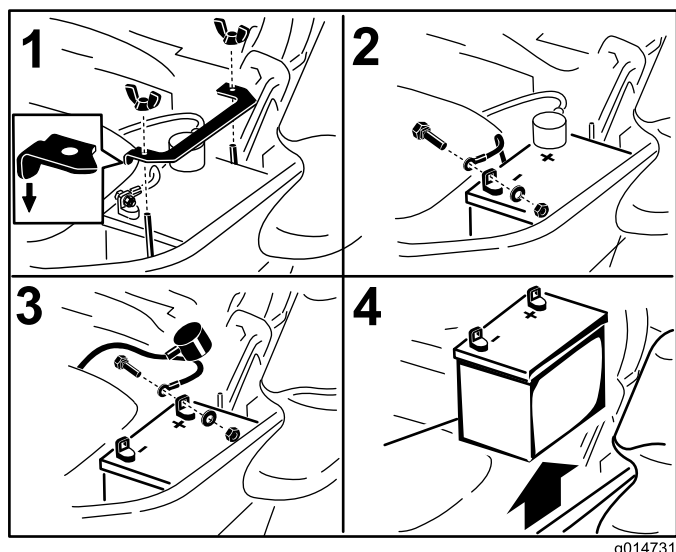

Figure 48
3. Commencez par débrancher le câble négatif (noir) de la borne négative (-) (noire) de la batterie (Figure 48).
4. Enlevez le capuchon rouge de la borne positive (rouge) de la batterie et débranchez le câble positif (+)(rouge) (Figure 48).
5. Retirez l'écrou à oreilles qui fixe la barrette de maintien de la batterie (Figure 48).
6. Déposez la barrette de maintien (Figure 48).
1. Placez la batterie dans son support en tournant les bornes à l'opposé du réservoir hydraulique (Figure 48).
4. Fixez les câbles avec 2 boulons, 2 rondelles et 2 contre-écrous (Figure 48).
6. Reposez la barrette de maintien et fixez-la avec l'écrou à oreilles (Figure 48).